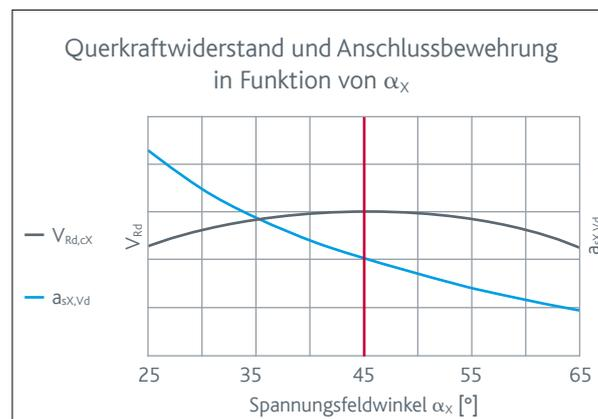

Abb. 5
Der Querkraftwiderstand $V_{Rd,cX}$ bzw. $v_{Rd,cX}$ erreicht ein Maximum beim Spannungsfeldwinkel $\alpha_x = 45^\circ$ (Abb. 5, graue Kurve).
Der erforderliche Bewehrungsquerschnitt $a_{sX,Vd}$ der Anschlussbewehrung nach Gl. (6)_{PYRAX®} nimmt mit zunehmendem Spannungsfeldwinkel α_x ab (Abb. 5, blaue Kurve).